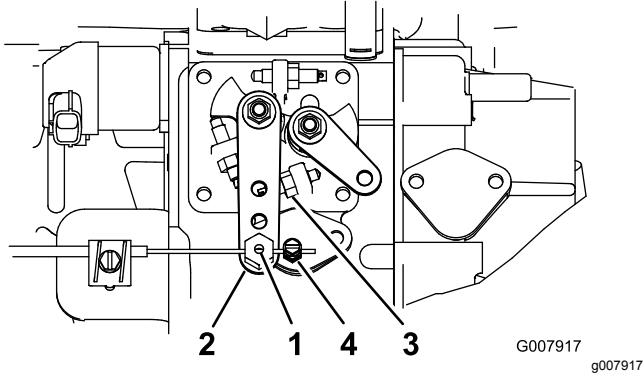

Bild 52
2. Lockern Sie den Anschluss des Bowdenzugs neben dem Hebel der Einspritzpumpe (**Bild 52**).
3. Halten Sie den Hebelarm der Einspritzpumpe gegen den Anschlag für den hohen Leerlauf (**Bild 52**).